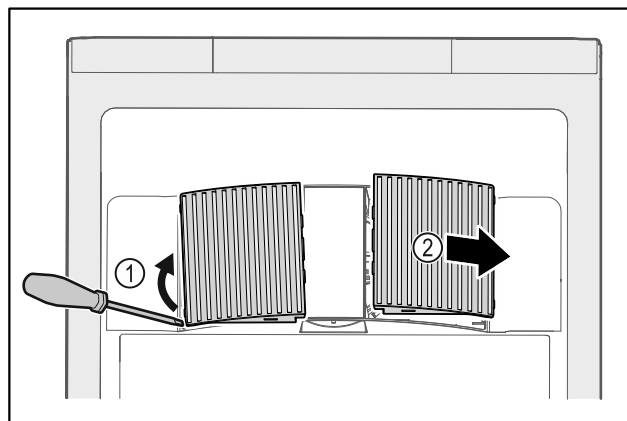

Fig. 133
- ▶ Abrir cuidadosamente las cubiertas del ventilador haciendo palanca por un lado Fig. 133 (1) y retirarlas hacia delante Fig. 133 (2).